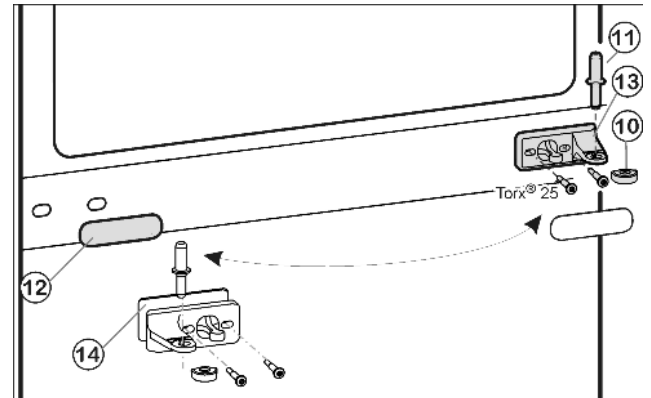
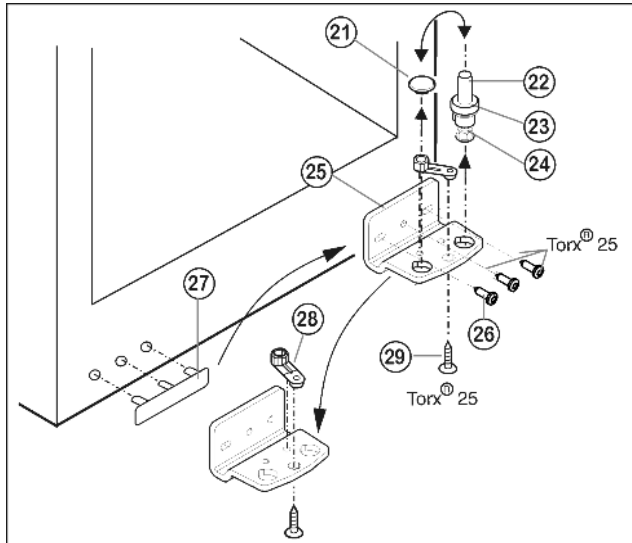

Fig. 9
Fig. 10
- ▶ Extraiga el perno de cojinete intermedio Fig. 9 (11) del soporte de cojinete y de la puerta inferior.
- ▶ Retire la tapa de plástico Fig. 9 (10).
- ▶ Desatornille el soporte de cojinete intermedio Fig. 9 (13) (2 Torx® 25).
- ▶ Extraiga con cuidado el panel de protección Fig. 9 (12).
- ▶ Atornille el soporte de cojinete intermedio Fig. 9 (13) con la base Fig. 9 (14) en el nuevo lado de la bisagra girándolo 180° (con 4 Nm) para fijarlo.
- ▶ Vuelva a encajar el panel de protección Fig. 9 (12) girándolo 180° en el nuevo lado del tirador.
- ▶ Extraiga hacia arriba el perno de cojinete Fig. 10 (22) completo, con la arandela Fig. 10 (23) y la pata de ajuste Fig. 10 (24).
- ▶ Desmonte el tapón Fig. 10 (21).
- ▶ Fig. 10 (25) Desatornille Fig. 10 (26) el soporte de cojinete.
- ▶ Fig. 10 (28) Desatornille Fig. 10 (29) la pieza de cojinete y cámbiela al orificio de alojamiento opuesto del soporte de cojinete, volviéndola a atornillar.
- ▶ Desmonte la cubierta en el lado del tirador Fig. 10 (27) con cuidado y cámbiela al lado opuesto.
- ▶ Vuelva a atornillar el soporte de cojinete Fig. 10 (25) en el nuevo lado de la bisagra **(con 4 Nm) para fijarlo**; dado el caso, utilice un destornillador de batería.
- ▶ Vuelva a colocar el tapón Fig. 10 (21) en el otro agujero.
- ▶ Vuelva a colocar el perno de cojinete Fig. 10 (22) completo, con la arandela y la pata de ajuste. Preste atención a que el saliente de retención esté orientado hacia detrás.
- ▶ Coloque la puerta inferior desde arriba sobre el perno de cojinete inferior Fig. 10 (22).
- ▶ Vuelva a colocar la tapa de plástico Fig. 9 (10) en el soporte de cojinete intermedio Fig. 9 (13).
- ▶ Inserte en la puerta inferior el perno de cojinete intermedio Fig. 9 (11) en el nuevo lado de la bisagra a través del soporte de cojinete intermedio Fig. 9 (13).
- ▶ Coloque la puerta superior sobre el perno de cojinete intermedio Fig. 9 (11).
- ▶ Dado el caso, alinee las puertas a través de los dos agujeros oblongos en el soporte de cojinete inferior Fig. 10 (25) y el soporte de cojinete intermedio Fig. 9 (13) a ras de la carcasa del aparato. Para ello, desenrosque el tornillo intermedio del soporte de cojinete inferior Fig. 10 (25).